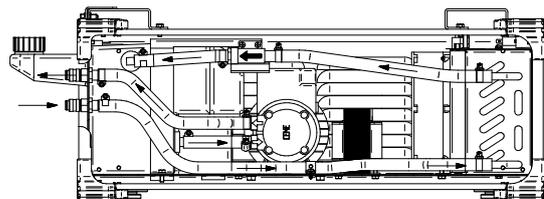

Figure 6.
- Branchez les flexibles du refroidisseur liquide aux prises d'entrée [5] et de sortie [4] du refroidisseur (Figure 6).
- Branchez les flexibles du refroidisseur liquide – Figure 6.